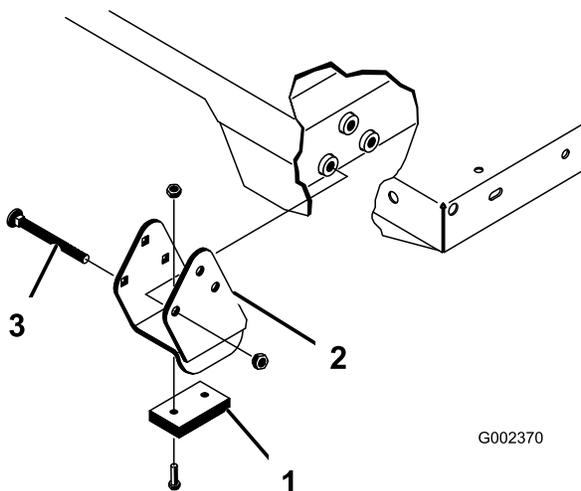

図 25
スペーサブラケットとウェアブロック(図 25)はキャリッジボルトで固定しますが、このボルトは必ず頭を車両の内側に向けてください。
2. 荷台を慎重に車両フレームの上に載せる。後部にある荷台のピボットプレートの穴とリアフレームチャンネル鋼材の穴を揃えて、クレビスピンとリンチピン各2個を取り付ける(図 25)。
4. クレビスピンは荷台の外側から差し込み、リンチピンが荷台の外側に向くようにする(図 25)。